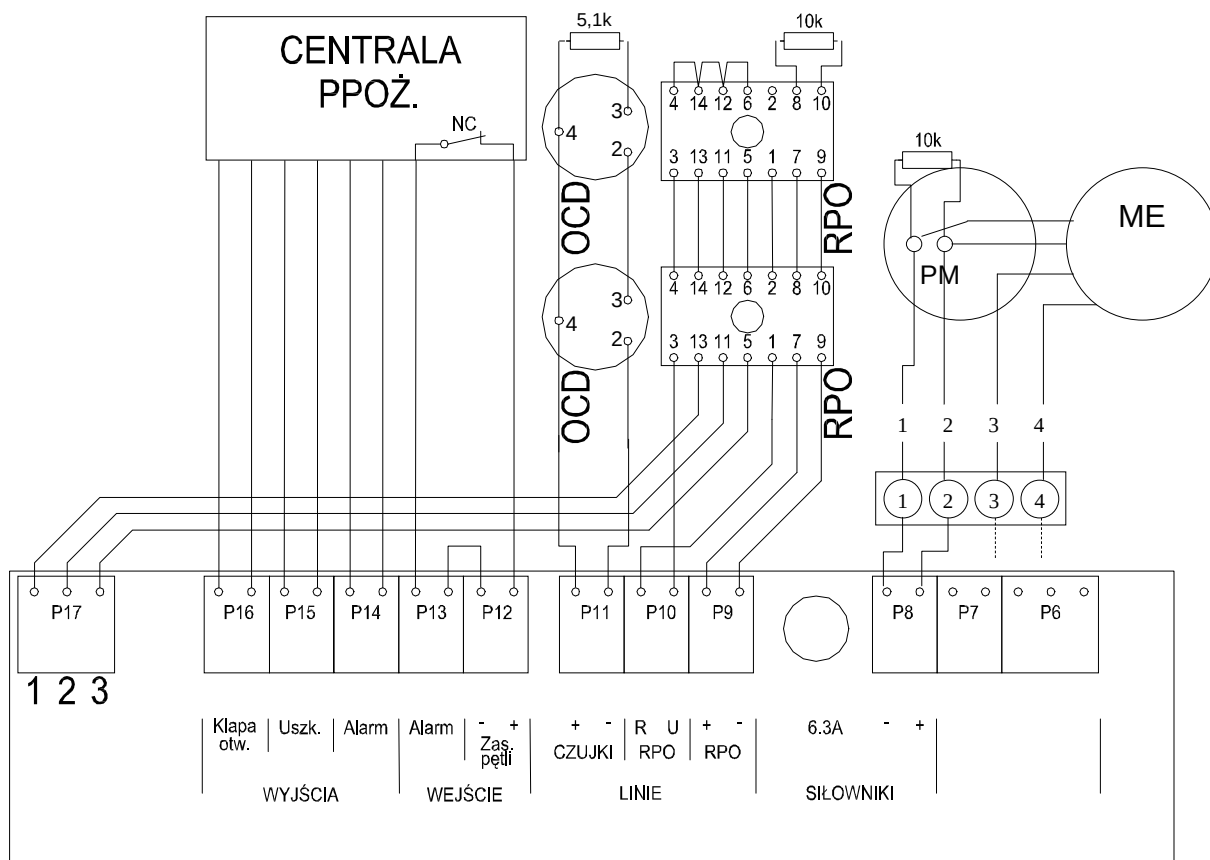

Rys. 1. Typowa konfiguracja systemu oddymiania z centralą MCR 9705.
6. **Wejście alarmu zewnętrznego** na cewkę przekaźnika 24 V - 2 przewody (YnTKSY) z zacisków P13. Jeżeli urządzenie wywołujące alarm (centrala p-poż) posiada wyjście 24 V, łączymy je bezpośrednio z P13. Zanik napięcia na wejściu P13 wywoła alarm. Jeżeli urządzenie wywołujące alarm posiada styk beznapięciowy NC, wykorzystujemy napięcie zasilające pętli dostępne na P12 (patrz rys. 1 lub fot. 3). Wyjście P12 jest odporne na zwarcie i może być obciążane maksymalnie dwoma przekaźnikami. Po podłączeniu linii usunąć zworę H1 blokującą alarm zewnętrzny.